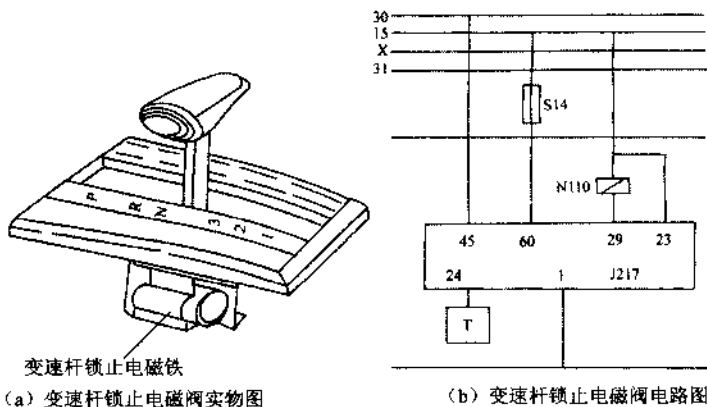

图 6.5 变速杆锁止电磁阀
① 将变速杆拨到“R”挡位, 当锁止电磁阀发出“咋嗒”响时, 用手触摸变速杆, 检查是否有振动感, 若有, 应试将变速杆推到其他挡位, 检查是否有异常, 如图 6.5 所示, 没有异常, 说明锁止电磁阀“咋嗒”响与变速器 ECU 有关。
② 连接 V.A.G1551, 输入 1 (选择快速数据传输功能), 02 (自动变速器地址码), 按“Q”键确认后, 结果显示“电子控制单元无应答”, 电子控制单元不能被访问。
③ 检查变速杆锁止电磁阀是否有电。如图 6.5 (b) 所示, 电子控制单元共有 60 个脚, 其 1 脚接地, 45 脚接 30 号电, 23 脚接 15 号电, 60 脚经 14 号熔丝接 15 号电, 检查上述各路供电是否正常, 如果正常, 进行下列检查。
④ 检查电子控制单元是否损坏。先更换电子控制单元, 然后将变速杆拨到“R”挡位, 若变速杆不再发出响声, 说明电子控制单元损坏。最后, 再用 V.A.G1551 检查故障是否排除。